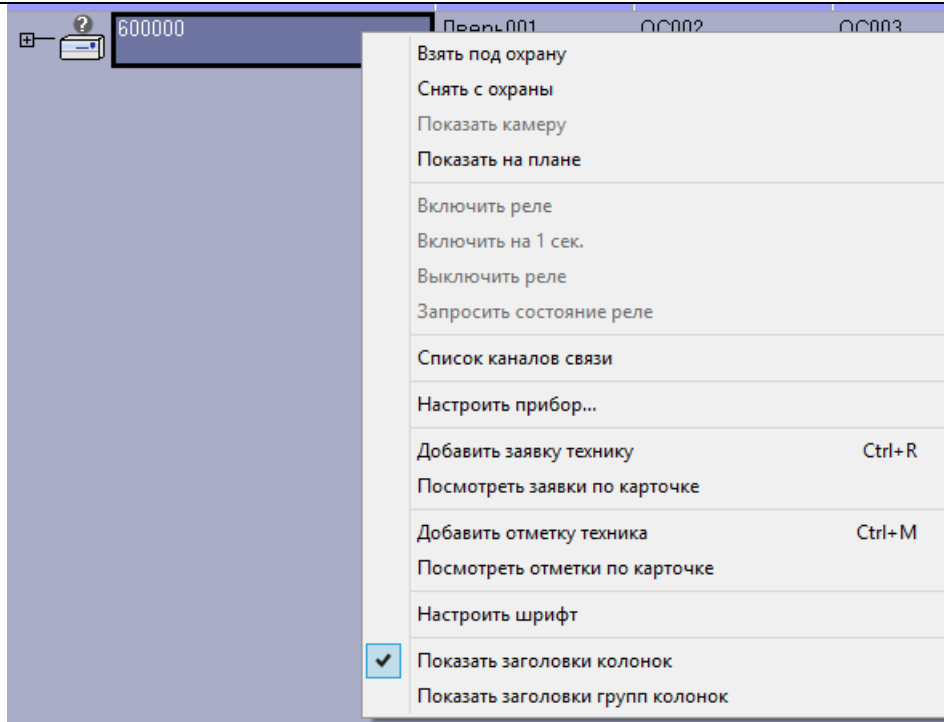

Рисунок 14 - Контекстное меню контроллера
- В АРМ ДПЦО выделить левой кнопкой мышки нулевую карточку контроллера, затем из контекстного меню (по щелчку правой кнопкой мышки) выбрать пункт «Настроить прибор...» (см. рисунок 14).